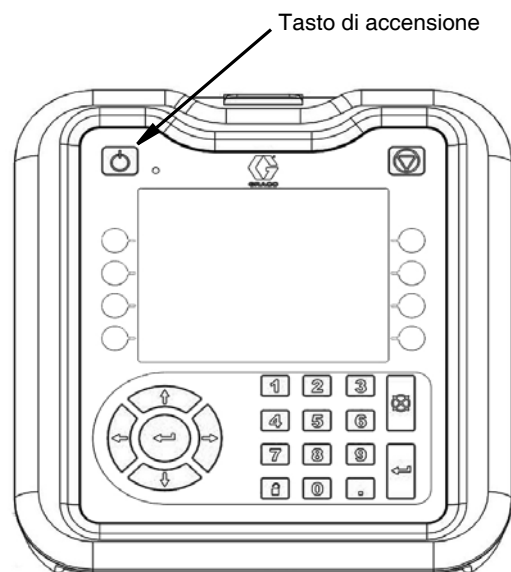

FIG. 24
11. Abilitare l'ADM premendo il pulsante di accensione in alto a sinistra. Vedere FIG. 24.